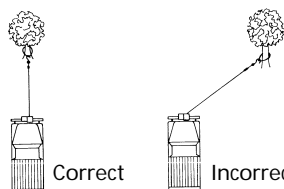

Figure 6
13. ÉVITEZ LA TRACTION CONTINUE À DES ANGLES EXTRÊMES. Ceci aura pour conséquence l'entassement du câble d'un seul côté du tambour (Fig. 6), ce qui peut caler le câble à l'intérieur du treuil et endommager le câble ou le treuil.